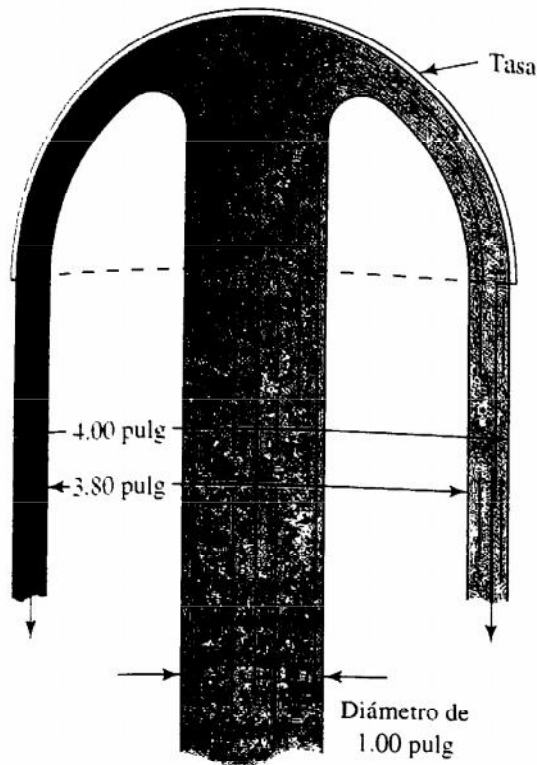

FIGURA 16.13 Problema 16.8.
- 16.8E** En una planta donde se fabrican partes hemisféricas en forma de tasa, una lavadora automática está diseñada para limpiarlas antes de su envío. Se evalúa un esquema que utiliza una corriente de agua a 180°F que sale vertical hacia arriba, donde está la tasa. La corriente tiene una velocidad de 30 pie/s y diámetro de 1.00 pulgada. Como se aprecia en la figura 16.13, el agua sale de la tasa en dirección vertical hacia abajo en forma de anillo, cuyo diámetro externo es de 4.00 pulgadas y el interno de 3.80 pulgadas. Calcule la fuerza externa que se requiere para mantener la tasa hacia abajo.